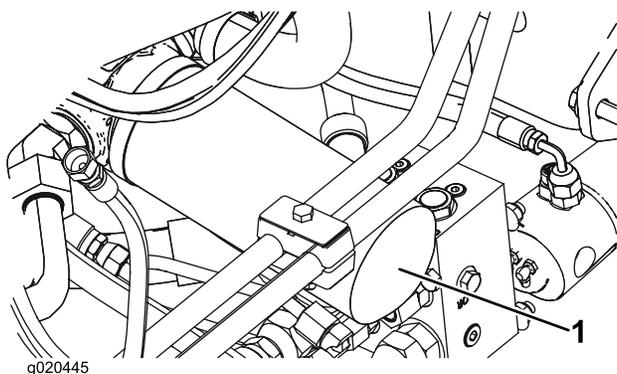

Рисунок 73
2. Очистите область вокруг места крепления фильтра. Поместите сливной поддон под фильтр, а затем снимите фильтр (Рисунок 73).